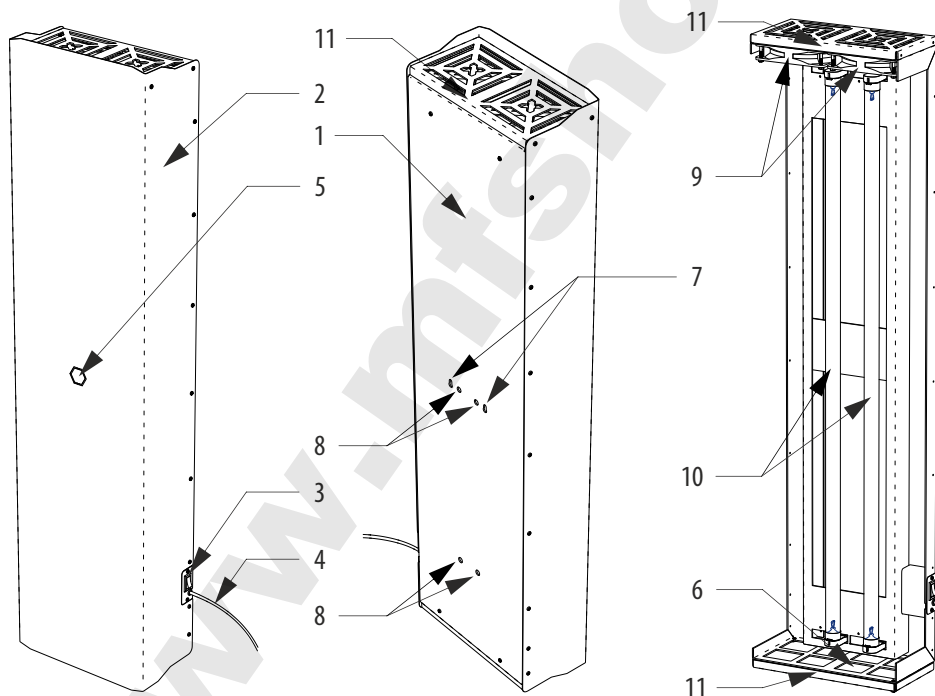

Рисунок 1. Общая конструкция очистителя воздуха ОВУ-04.
- 6.3. Измерьте межцентровое расстояние между проушинами 7 (см. рис.1). С помощью уровня и линейки (рулетки) разметьте на стене отверстия для монтажа. Выберите крепёж в соответствии с материалом стен: шурупы для деревянных стен или стен из древесных материалов; дюбеля с шурупами для бетонных, кирпичных или газосиликатных стен; специальный крепёж для стен из ГКЛ.